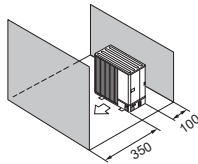

Fig. 2-10
- (5) Obstrucții sau suprafețe închise numai în față și în spate (Fig. 2-10)